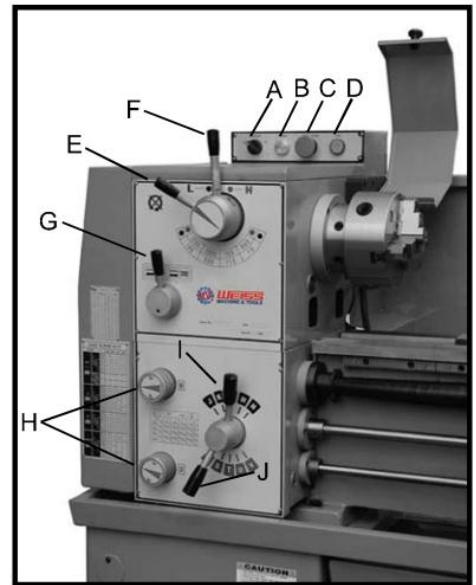

Рис. 14
- Переключатель включения/выключения подачи охладителя (А, Рис. 14)** — включает и выключает насос подачи охладителя.
- Индикатор подачи питания (В, Рис. 14)** — загорается при подаче питания на станок.
- Кнопка аварийного останова (С, Рис. 14)** — нажимается для остановки всех функций станка. (Внимание: электрическое напряжение в станке будет еще присутствовать). Для сброса повернуть кнопку.
- Выключатель толчковой подачи (D, Рис. 14)** — нажать и отпустить для одномоментного выдвижения шпинделя.
- Четырехпозиционный рычаг выбора скорости (Е, Рис. 14)** — расположен на передней стороне передней бабки, вверху. Используется для выбора одной из четырех скоростей шпинделя в высокоскоростном или в низкоскоростном диапазоне.
- Рычаг выбора высокой/низкой скорости (Н - L) (F, Рис. 14)** — расположен на передней стороне передней бабки, вверху. Для перехода в низкоскоростной диапазон переведите его влево. Для перехода в высокоскоростной диапазон переведите вправо.
- Выбор направления подачи (G, Рис. 14)** — рычаг расположен спереди, в нижнем левом углу передней бабки. Стрелки над рукояткой указывают направление перемещения салазок, когда зажимной патрон вращается вперед или против часовой стрелки, если смотреть от передней части зажимного патрона.
- Регуляторы выбора скорости подачи (H, Рис. 14)** — расположены спереди, в левой части коробки подач. Используются для установки нужных скоростей подачи или хода.
- Рычаг выбора ходового вала/ходового винта (I, Рис. 14)** — расположены спереди, в правой части коробки подач. Положение "P" соответствует ходовому валу. Другие — ходовому винту.
- Рычаг выбора скорости подачи (J, Рис. 14)** — расположен на передней стороне фартука, справа. Используется для настройки подачи и нарезки резьбы.